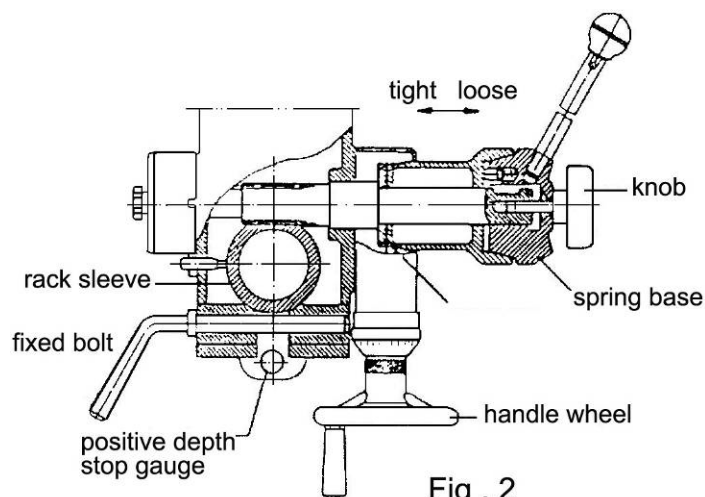

Fig . 2
- (1) Förberedelse inför borrning (se fig. 2) (gäller inte med extra matningssystem).
- (2) Förberedelse för fräsning (se fig. 2) (gäller inte med extra matningssystem)